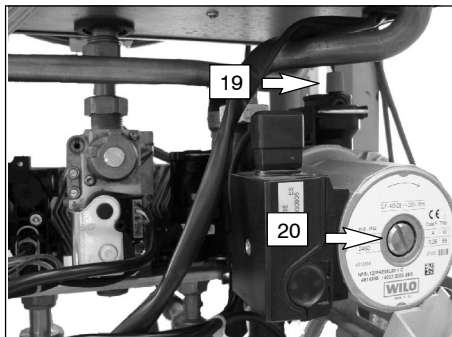

fig. 6.2
- 7 Aflojar el tapón de la válvula automática de purga 19 en la fig. 6.2
- 11 Quite el tapón 20 de la fig. 6.2 y desbloquee la bomba girando el rodete por medio de un destornillador.